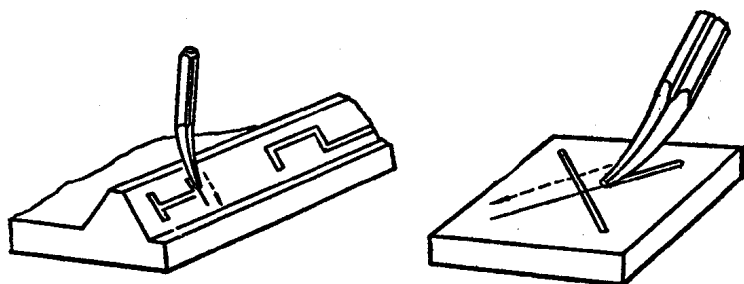

图2.11 锉油槽
② 錾油槽 錾油槽的方法见图2.11。錾油槽时应采用油槽錾，用较小的敲击力仔细錾削，并应去除油槽边的毛刺。
③ 錾板料 在缺少机械设备的场合下，有时要依靠錾子来切断板料或分割出形状较复